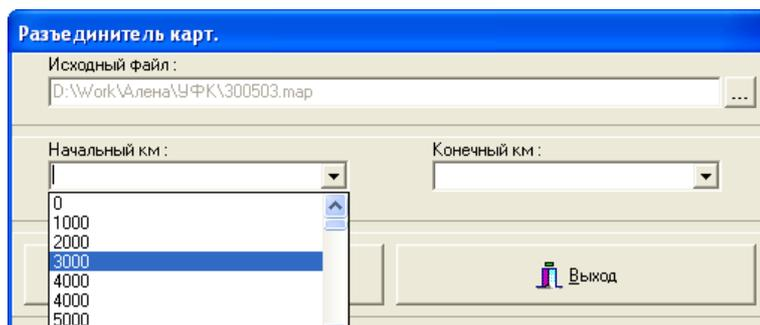

Рисунок 2.59
- укажите через выпадающие окна (рисунок 2.59) начальный и конечный километры выбранного диапазона;